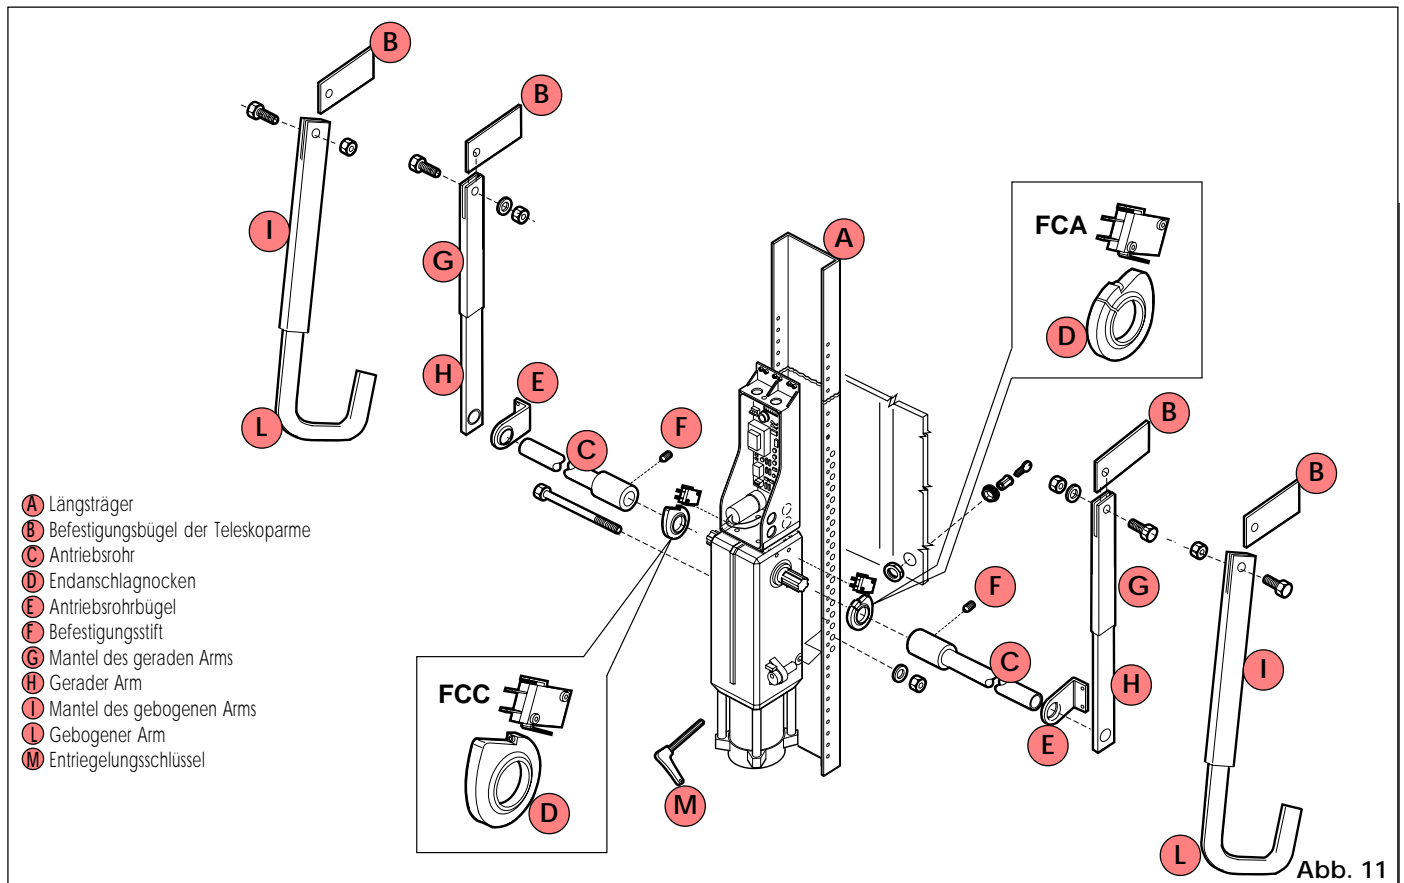

Abb. 11
3) Den Antrieb gemäß Abb. 11 mit den Schrauben aus dem Zubehör am Längsträger befestigen.
Die Teleskoparmmäntel gemäß Abb. 11 mit den Bolzen und Schrauben aus dem Zubehör an den Bügeln befestigen.
➤ Bei Verwendung von Endanschlägen (optional) sind wie in Abb. 11 gezeigt zunächst die Nocken einzusetzen.